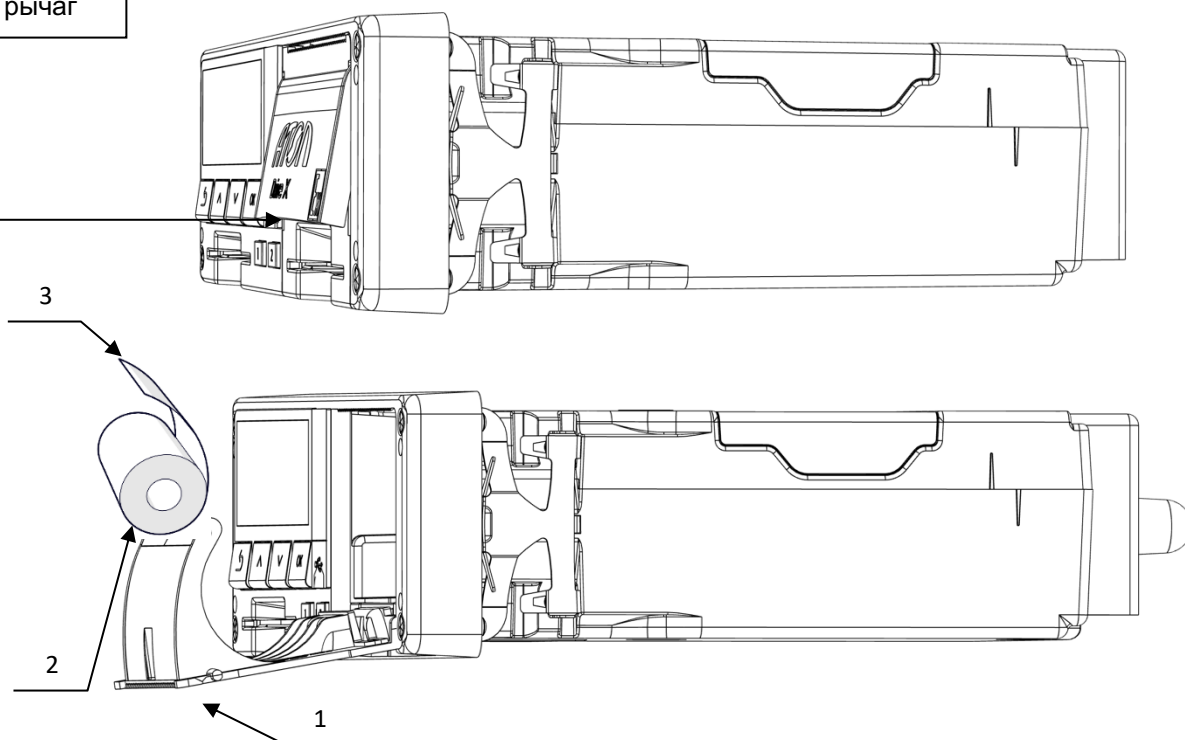

Рисунок 6. Установка бумаги
1. Открыть крышку отсека термопечатающего механизма (см. Рисунок 6. Установка бумаги), потянув за специальную ручку на крышке.